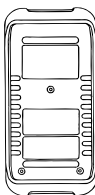

Рис. 6.5
5. Защищать лицевую панель прибора на время длительного хранения и транспортировки (рис. 6.5).